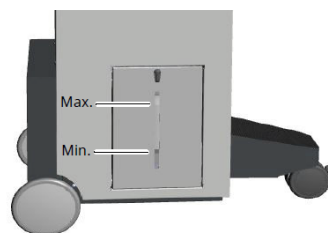

Fig. 9-14. Cooling water reservoir
- 4、冷却水の確認・補充** 装置左側のカバーには切り込みがあり、そこから冷却タンク内の冷却水の水位と最低・最高水量が確認できます。タンク内の水位と最低水位と最高水位を示すマークが見えます（図 9-14 を参照）。水位が下のマークより下がった場合は、脱イオン水を補充してください。